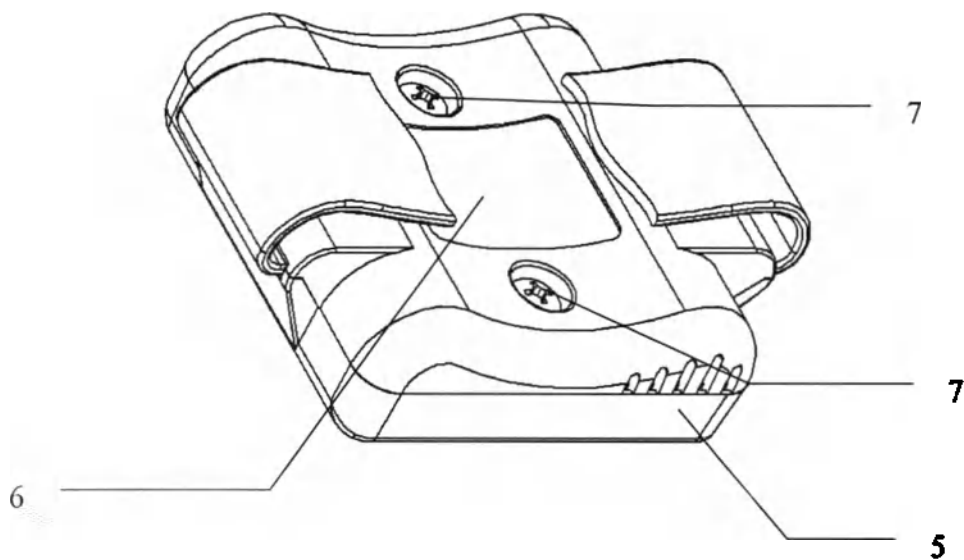

Рисунок 4 – Внешний вид прибора (тыльная сторона, эластичный ремень условно разорван)
Прибор состоит из двух корпусов – верхний корпус поз. 1 (рис. 3) и нижний корпус поз. 5 (рис. 4), зафиксированных с помощью 2-х винтов поз. 7 (рис. 4).
1.10.1 Маркировка прибора «ПР-01ПП» нанесена на этикетке, расположенной на нижнем корпусе поз. 5 (рис. 4).